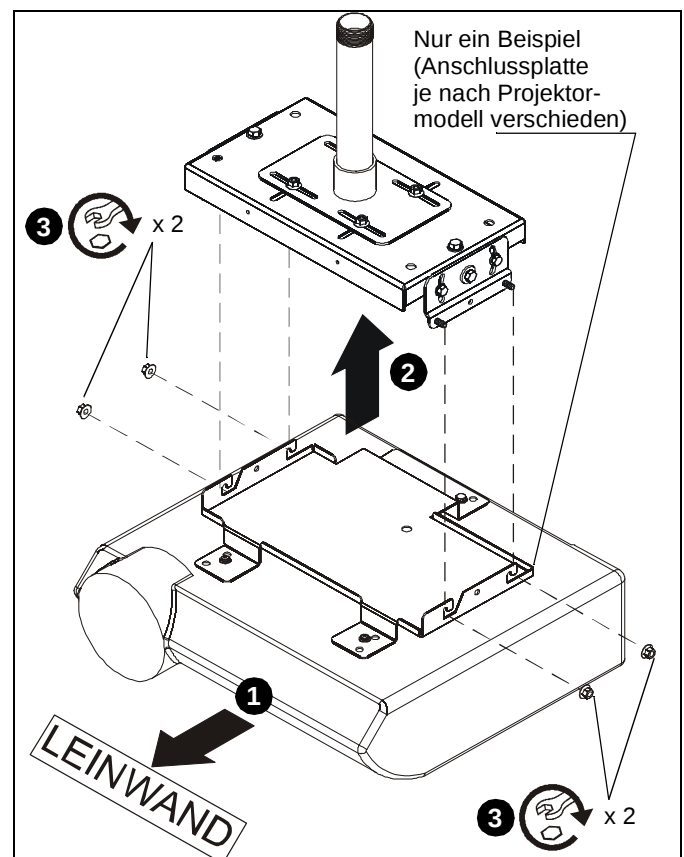

Abb. 3
1. Richten Sie den Projektor mit der daran befestigten Anschlussplatte so aus, dass er sich im rechten Winkel zur Leinwand befindet. (Siehe Abb. 3)
2. Heben Sie den Projektor und befestigen Sie ihn an den vier Stiften, die außen aus dem VCM-Gehäuse ragen. (Siehe Abb. 3)
3. Ziehen Sie die vier 5/16"-Flanshmutter fest. (Siehe Abb. 3)